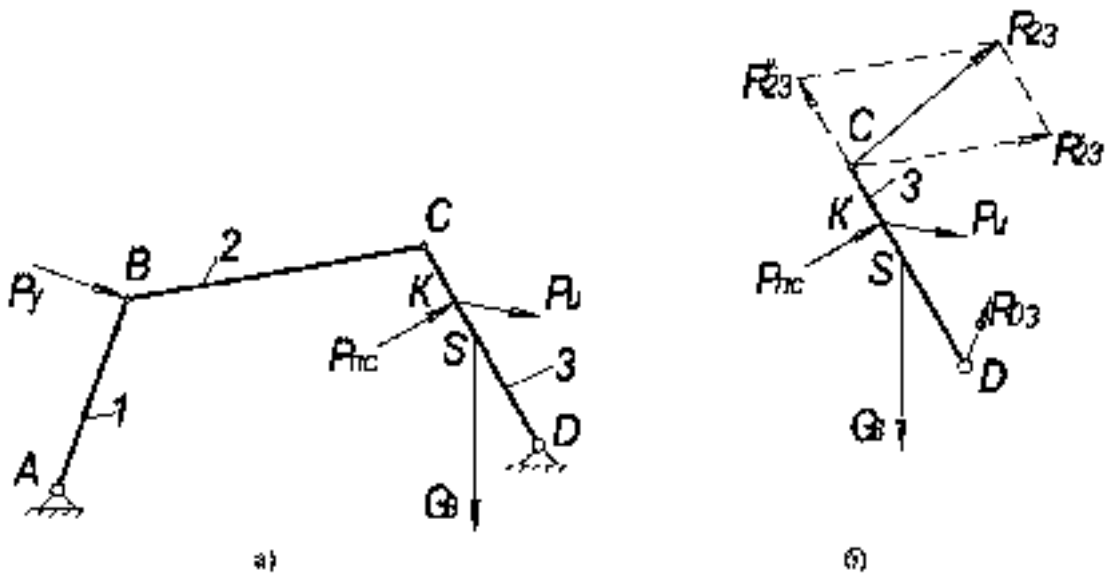

Рис.1
Для использования принципа кинестатики необходимо уметь определять направления и величины сил и моментов сил инерции звеньев. В общем случае, все силы инерции звена плоского механизма, совершающего плоскопараллельное движение и имеющего плоскость симметрии, параллельную оси движения, приводятся к главному вектору сил инерции F_i , приложенному в центре тяжести звена S и к главному моменту пары сил инерции M_i (рис..1).
Изложим методику расчета на примере четырехзвенного механизма. Вначале рассмотрим в равновесии звено 3 (коромысло), приложив к нему все действующие силы, включая реакции связей. (Рис.1)
Для определения этой реакции заменяем её двумя составляющими (рис. 1.б), одну из которых – $R_{2'3}$, направляем по шатуну 2, вторую составляющую $R_{23} - R_{2''3}$ – по коромыслу (3).